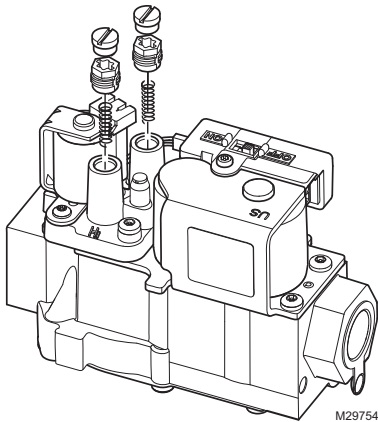

Fig. 2. Nécessaire de conversion de gaz.
4. Insérer les ressorts de régulateur de rechange sur les deux tours. Voir la Fig. 2.
5. Installer les vis de réglage du régulateur de pression en plastique neuves sur les deux tours. Voir la Fig. 2.